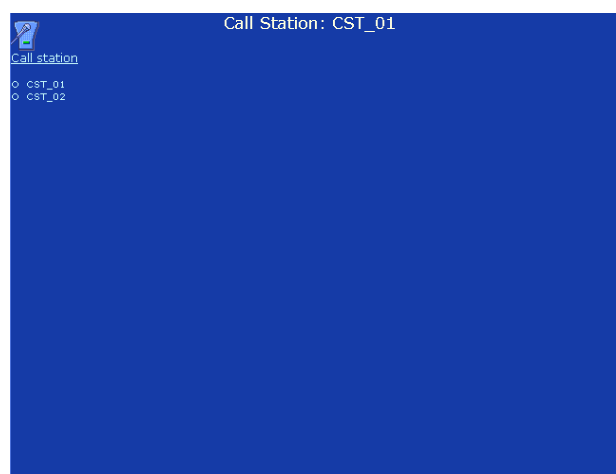

figura 36.14: Tasto *Call activation*, passaggio 1
- 1 Andare a *Configure > Action programming > Call station*. Nella cornice principale dell'interfaccia web appare una schermata simile a quella in figura 36.14.